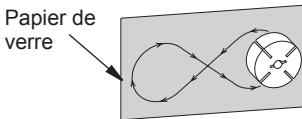

Figure 31 - Sablage du rotor
14. Placez du papier de verre fin (600 grains) sur une surface plane. Sablez le rotor légèrement en forme de huit quatre fois (voir figure 31).